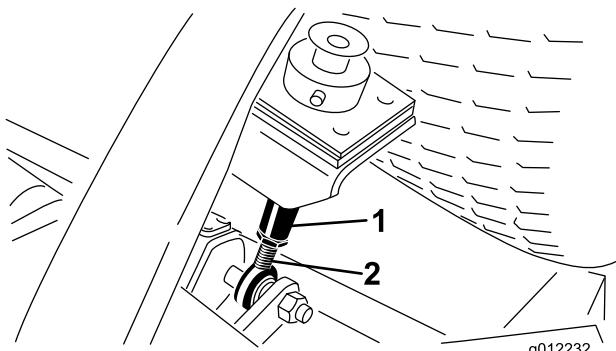

図 11
- 刈高ロッドの下部についているジャムナットをゆるめる（図 11）。